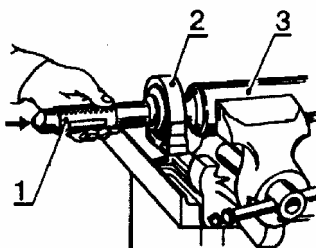

Рис.27. Установка опоры на карданный вал:
- напрессовать оправкой 1, рис.27, опору 2 в сборе на задний конец вала и установить второй пылеотражатель 11, рис.1 (оправка 67.7853-9550, молоток);